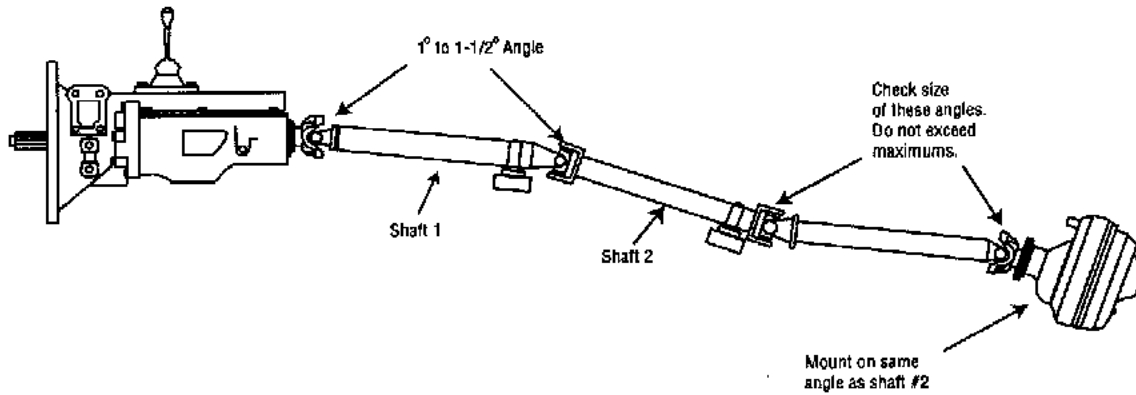

Figure 11
**Note:** THIS ASSURES THE UNIVERSAL JOINT OPERATING ANGLE AT EACH END OF THE LAST SHAFT WILL AUTOMATICALLY BE EQUAL (See Fig. 11).